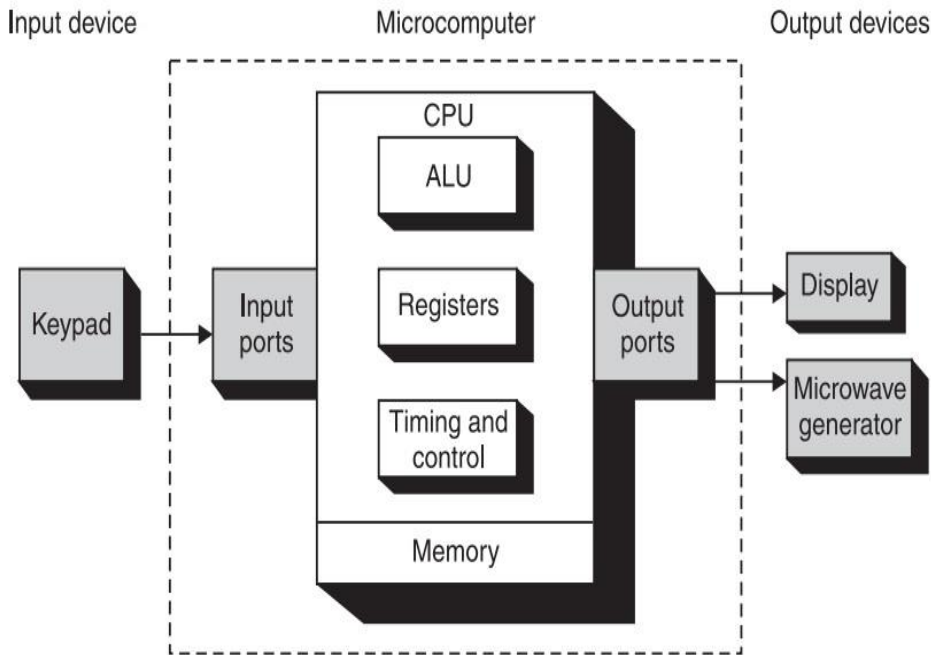

Figure no 3.3 Single chip microcontroller
- FIGURE NO 3.3 मध्ये सिंगल चिप मायक्रोकंट्रोलरची ब्लॉक डायग्राम दर्शवली आहे.